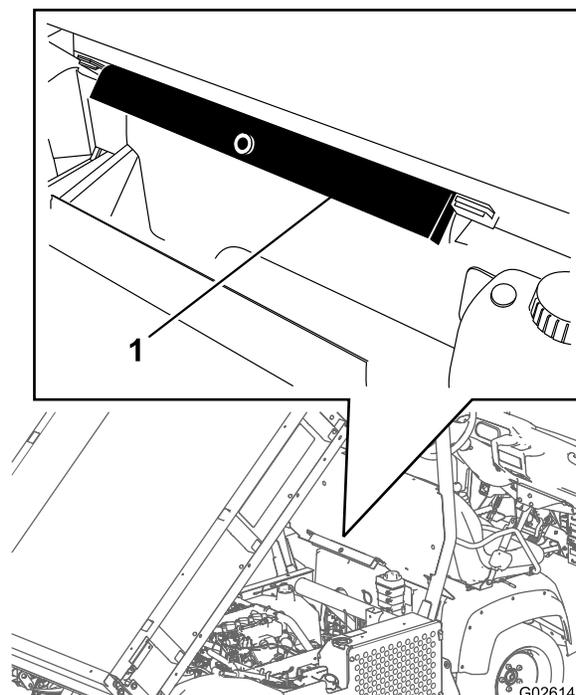

Рисунок 28
2. Выньте опору кузова из кронштейнов для хранения на задней стороне панели конструкции ROPS (Рисунок 28).